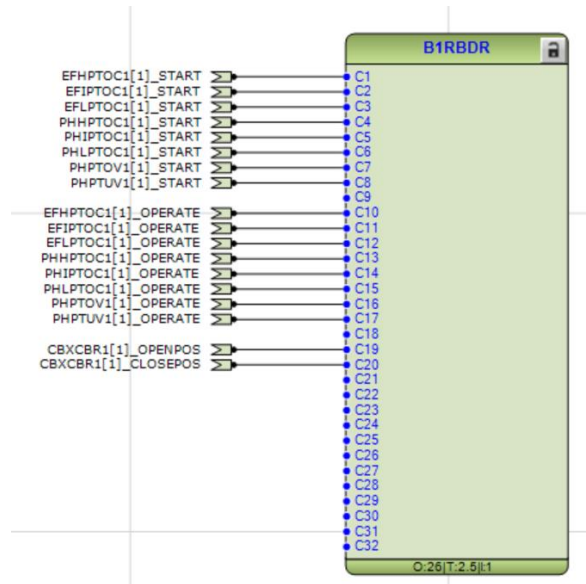

Imagen 302_Conexión de variables de entrada a los puertos de entrada del bloque B1RBDR.
- 4.2.42 Añadimos otra variable dando clic derecho en “C20”, seleccionamos “*Connect - Existing Variable - CBXCBRI[1]_CLOSEPOS*” como se muestra en la **Imagen 302**.